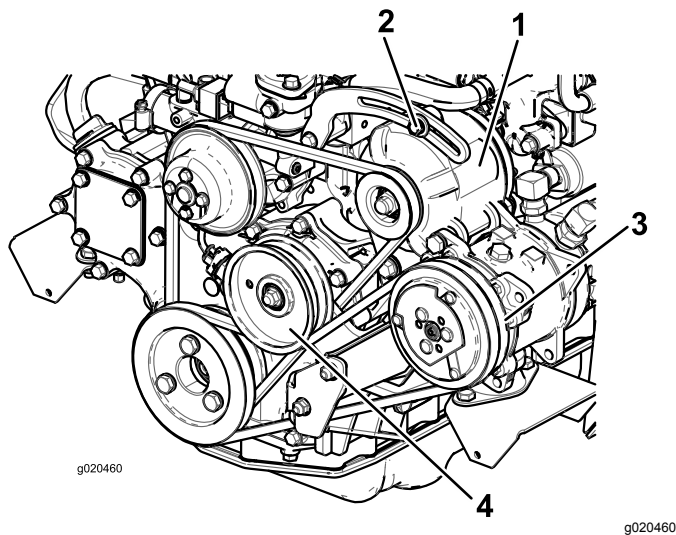

Figura 96
Si la desviación no es de 10 mm, afloje los pernos de montaje del alternador (Figura 96).
2. Si la desviación no es de 10 mm, afloje el perno de montaje de la polea tensora (Figura 96).